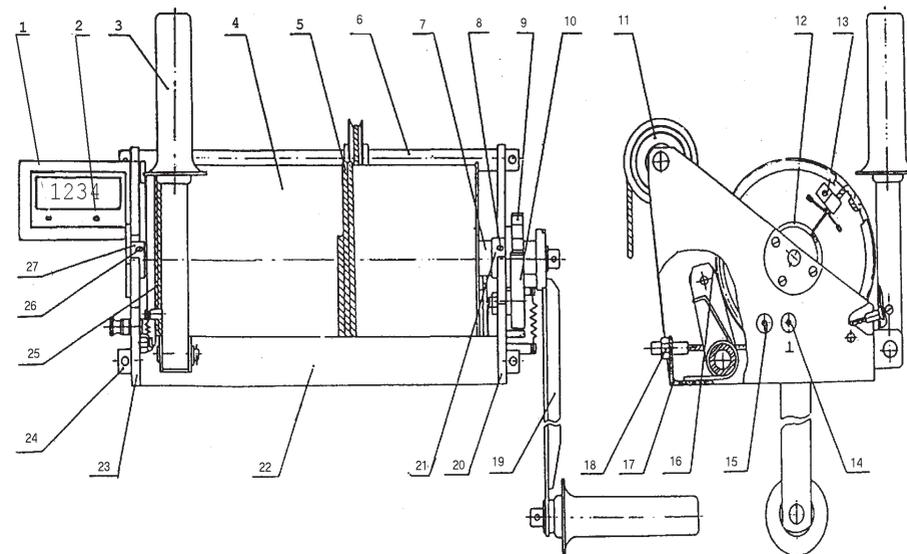

Рисунок 5.2
5.3 Длина вытравленного каната определяется по Указателю Длины Троса(УДТ), устанавливаемого на ось барабана (см. рисунок 5.2). Цена единицы младшего разряда счетчика – один сантиметр вытравленного каната. Сброс на ноль показаний счетчика производится нажатием на кнопку 2.
9.4 Не реже одного раза в два месяца необходимо смазывать подшипники, зубчатое колесо, оси вращения укладочного и прижимного роликов вьюшки и ось ролика стрелы пластичной смазкой. Для смазки подшипников вьюшки (см. рисунок 5.2) вывернуть винты 8, 26.